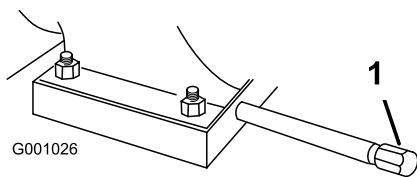

Figure 32
1. Nettoyez la surface autour du bouchon de vidange d'huile (Figure 32).